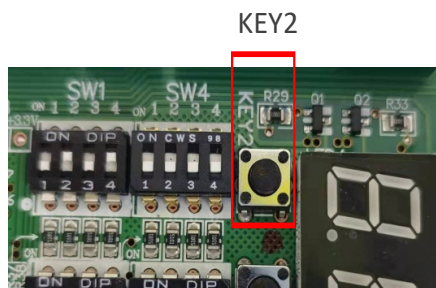

Рис.3.7
3.3 Мониторинг с помощью кнопочного переключателя KEY2 (Рис.3.7)